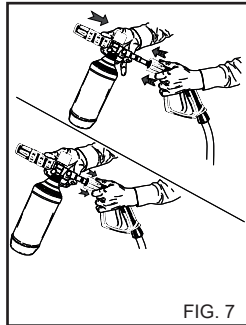
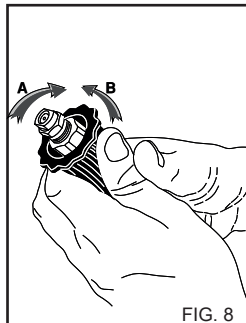

FIG. 7
FIG. 8
2) Entfernen Sie die Verlängerung vom Griff und setzen Sie das Reinigungsmittel-Sprühset ein (fig. 7), betreiben Sie den Hochdruckreiniger und sprühen Sie die zu reinigende Fläche von unten nach oben ein. Bedienen Sie bei der Version mit Reinigungsmittelsaugung den Saugschalter des Reinigungsmittels an der Lanze (fig. 8).
4) Nach dem Gebrauch mit Reinigungsmittel muss der Ansaugkreislauf ausgespült werden; stecken Sie hierzu den Saugschlauch (fig. 8) des Reinigungsmittels in einen Kanister mit Reinwasser und betreiben Sie die Pumpe 1 Minute lang bei Lanze auf Reinigungsmittelabgabe.
## GEBRAUCH DES VERSTELLBAREN SPRÜHKOPFES (Fig. 8) (Vers. DS)